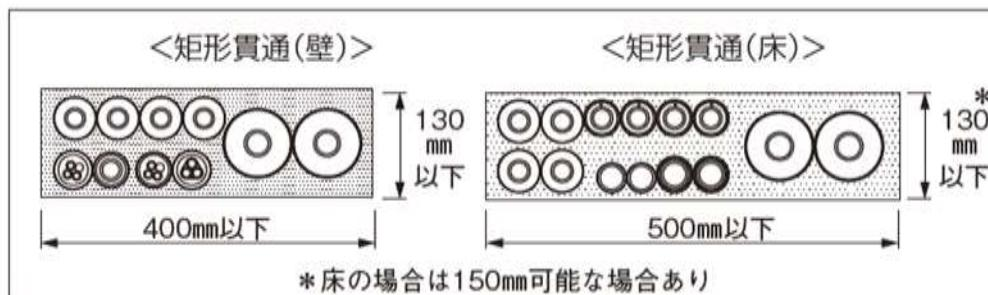

図4-3 矩形貫通の場合
- 矩形の場合は壁130×400mm以下になるように開口部を設けて下さい。床は、認定によって開口の寸法が異なるため、カタログ、認定書を参照して下さい(図4-3)。